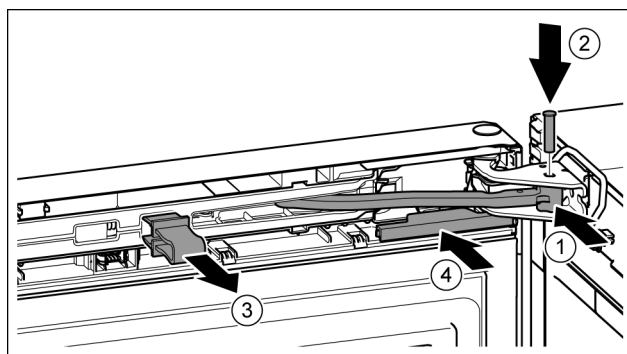

Fig. 22
- ▶ Otočte kloub ve stojanu ložiska. Fig. 22 (1)
- ▶ Vložte čep do stojanu ložiska a kloubu. Přitom dávejte pozor, aby byla zajišťovací vačka správně usazena v drážce. Fig. 22 (2)
- ▶ Pojistku vytáhněte. Fig. 22 (3)
- Kryt nasuňte. Fig. 22 (4)